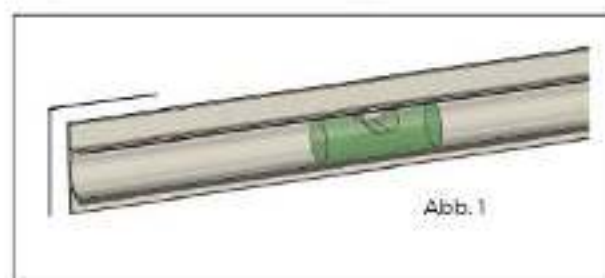

Abb. 1
- Mit dem Bleistift die obere linke Kante und die vertikale Kante des Profils anzeichnen, auch für die rechte Seite (Abb. 1)